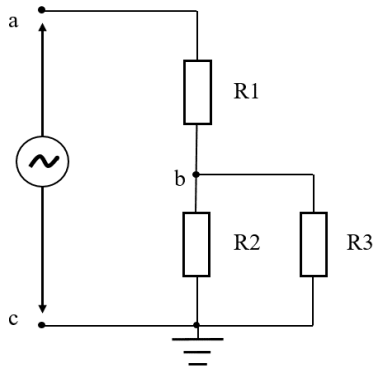

Рис.5.1 Схема для дослідження
1.3 На стенді зібрати коло за схемою, зображеною на рис.5.1
1.1. В програмному середовищі Multisim скласти електричне коло за схемою, приведеною на рис. 5.1.